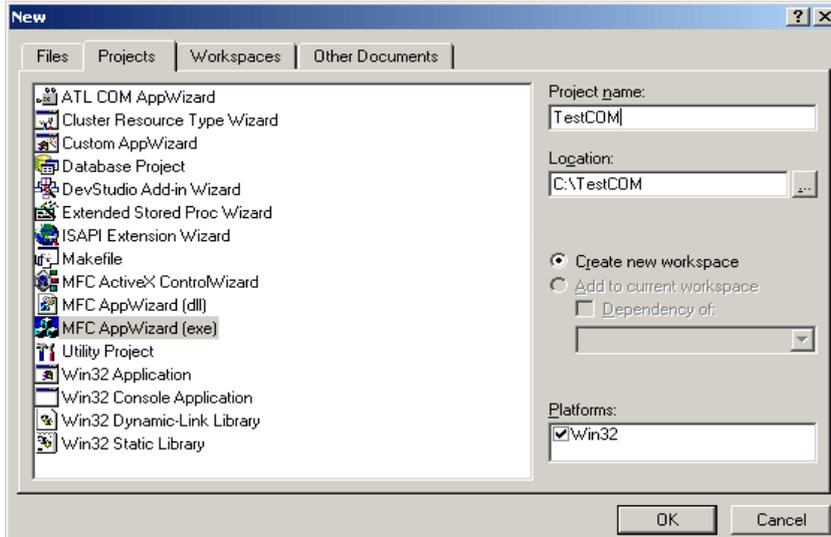

Рис. 59. Новый проект на основе диалогового окна
1. Создать новый проект MFC и указать его имя, TestCom (рис. 59). Выбрать вариант построения на основе диалогового окна.